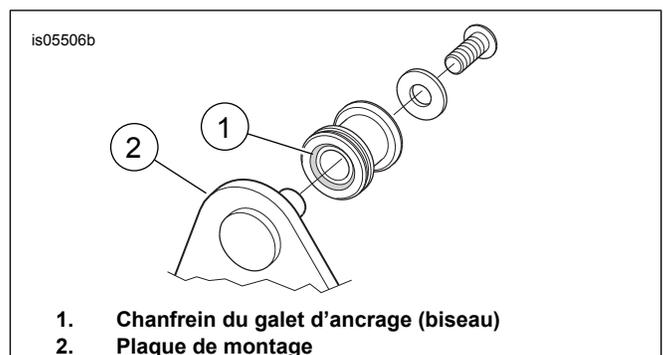

Figure 1. Installation du galet d'ancrage
Voir Figure 1. Installer les galets d'ancrage sur les plaques d'ancrage (2) avec le chanfrein (1) tourné vers la plaque (côté plat vers l'extérieur).